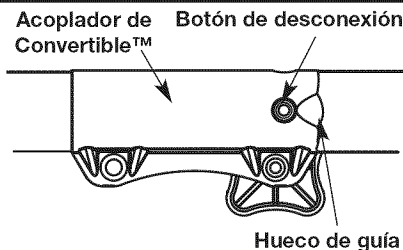

Fig. 5
2. Opima y sostenga el botón de desconexión (Fig. 5).
**NOTA:** La alineación del botón de desconexión con el hueco de guía facilitará la instalación (Fig. 5).